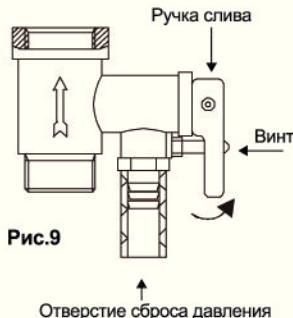

Рис.9
9. Чтобы правильно слить воду из внутреннего корпуса, надо воспользоваться сливным отверстием (надо открутить заглушку, закрывающую сливное отверстие), также воду можно слить через обратный предохранительный клапан (открутить сливной винт обратного предохранительного клапана и перевести ручку слива в верхнее положение) (смотри Рис. 9). Никогда не сливайте воду, если ее температура выше 50 С, т.к. это может привести к ожогам.